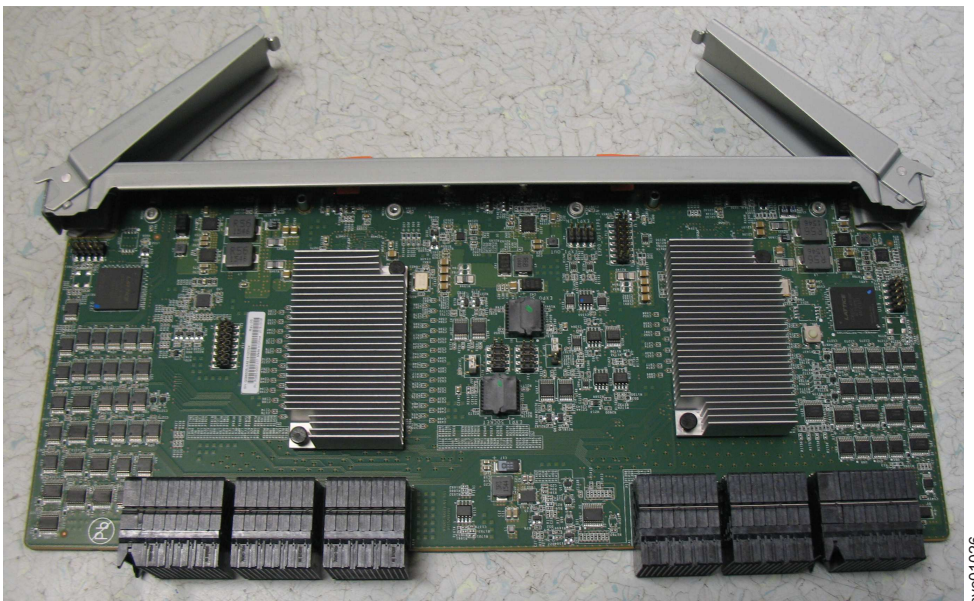

Figura 88. Abrir los tiradores de módulo expensor secundario
3. Gire ambos tiradores en el nuevo módulo expensor secundario hasta una posición de abierto, como se muestra en Figura 88.